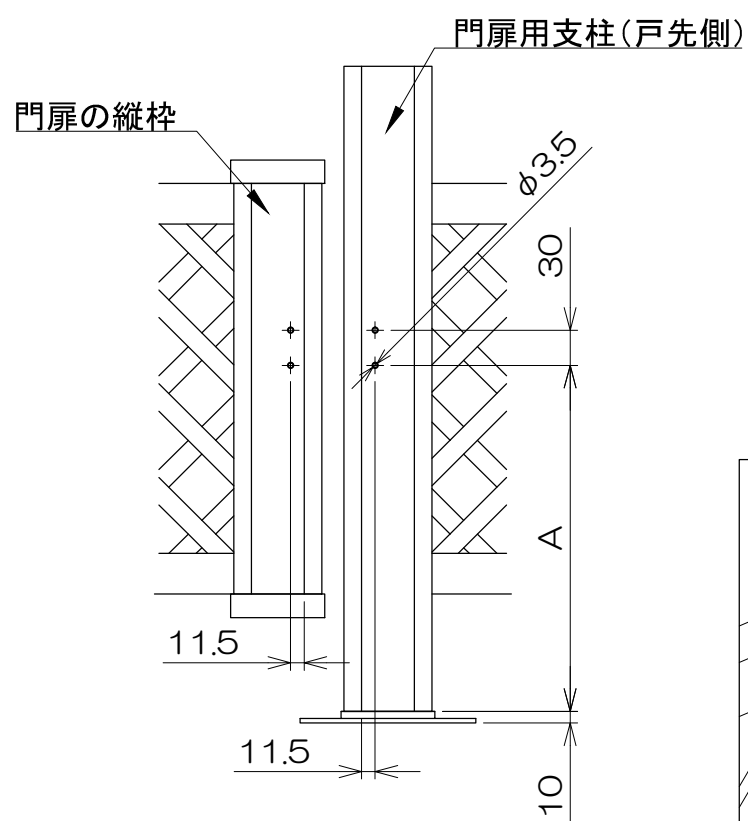

図13. 下穴位置
⑥ 内掛け錠の固定
- (1) 門扉の支柱（戸先側）の図13の位置にφ3.5の下穴を開けてください。
- (2) 支柱と対象位置になるように門扉の縦枠にも同様にφ3.5の下穴を開けてください。